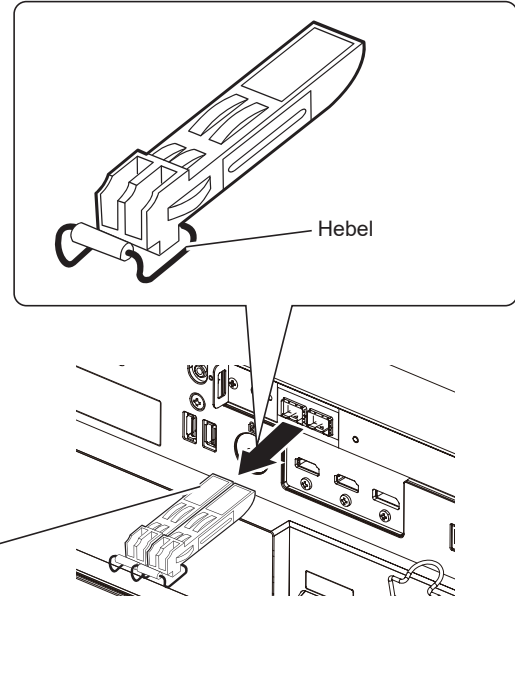

Abb. 2
3) Entfernen Sie das SFP-Modul. (Abb. 2)